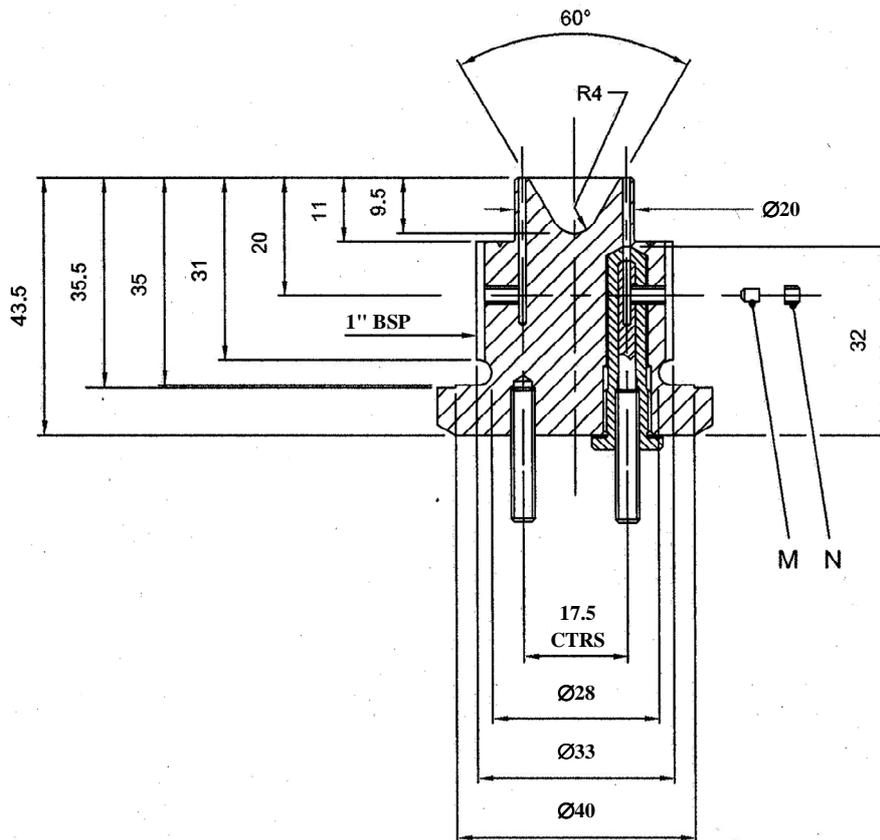

Figura A7.8: Cono colocado en el tapón
15. Página 24, delante de la actual Figura A7.8
Añádase como nueva figura A7.8 la siguiente:
16. Página 24, actual Figura A7.8